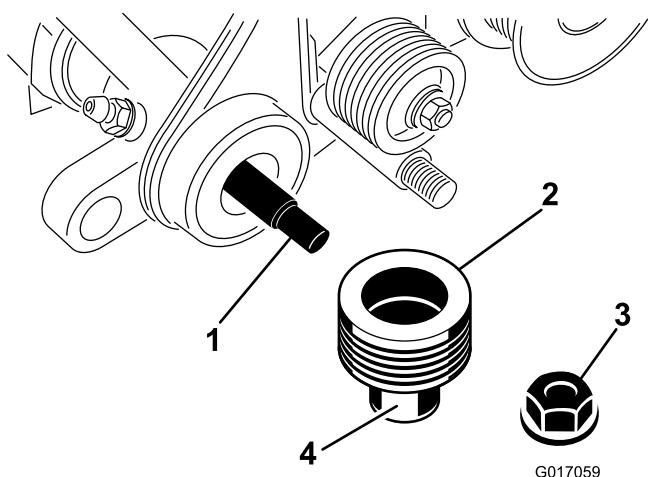

Figura 6
13. Applicate del grasso sulla superficie della guarnizione della puleggia motrice, come mostrato in Figura 6.
14. Fate scorrere la puleggia sull'albero grooming (Figura 6).
15. Fissate la puleggia all'albero con un dado di bloccaggio flangiato (Figura 6). Serrate a 23-28 N·m.
16. Applicate del grasso alla guarnizione nella piastra di supporto sinistra e all'estremità dell'albero grooming (Figura 6).